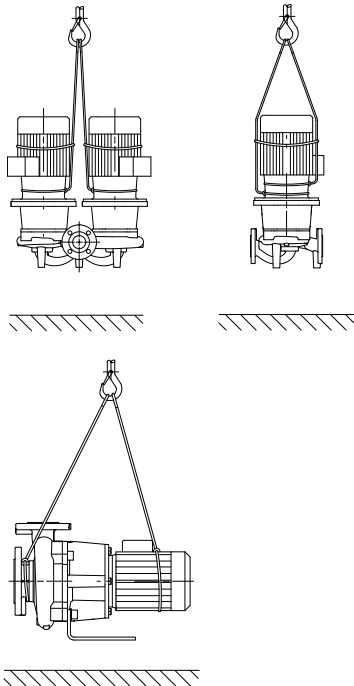

Fig. 15: Fixação da bomba
- Os olhais de transporte no motor só servem para guiar o suporte da carga (Fig. 15).